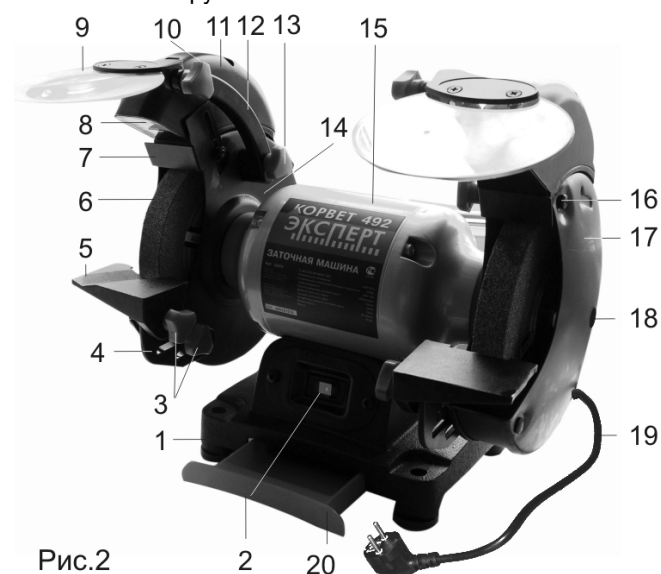

Рис.2
Машина состоит из следующих сборочных единиц и деталей, Рис. 2:
Установите машину на ровной и устойчивой поверхности верстака и надежно закрепите её через специальные отверстия в основании (1), Рис. 2, с помощью болтовых соединений (не комплектуются).
9. СБОРКА И РЕГУЛИРОВКА (Рис. 2)
После работы очищайте машину от абразивной пыли, металлических опилок и т.д. Перед работой на машине проверяйте крепление всех элементов конструкции машины. Регулярно очищайте защитные экраны (9) влажной тряпкой, обеспечивая видимость рабочей зоны, Рис. 2. Не используйте растворители или очистители, выработанные на основе бензина.
10.1. Пуск машины (Рис. 2)
10.2. Заточка режущего инструмента (Рис. 2)
11. ЗАМЕНА ШЛИФОВАЛЬНОГО КРУГА (Рис. 2, 3)